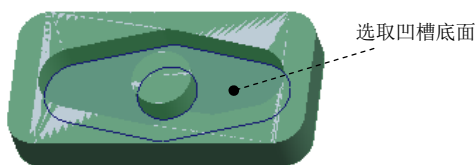

图 3.9.9 选取的曲面
Step4. 在  SURF PICK (曲面拾取) 菜单中依次选择  Model (模型)  Done (完成) 命令，弹出  SELECT SRFS (选择曲面) 菜单和“选择”菜单，在工作区中选取图 3.9.9 所示的曲面。选取完成后，在“选择”对话框中单击  确定 按钮。